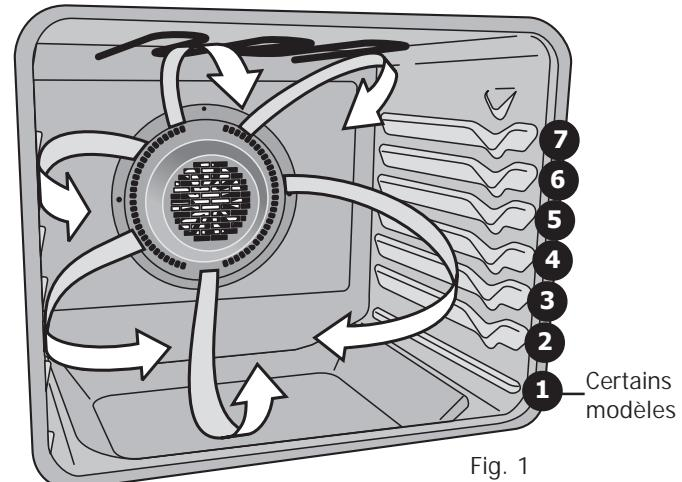

Fig. 1
- Lorsque vous utilisez deux grilles de four en même temps, placez-les dans les positions 2 et 5 pour obtenir de meilleurs résultats (fig. 1).
Utilisez le mode de cuisson au gril pour cuire des viandes qui nécessitent une exposition directe à la chaleur radiante et obtenir des résultats de brunissement optimaux. Lorsque vous faites une cuisson au gril, disposez toujours les grilles pendant que le four est froid. Placez la grille selon les suggestions du **tableau de suggestions de paramètres pour le gril** (fig. 1 et 2).